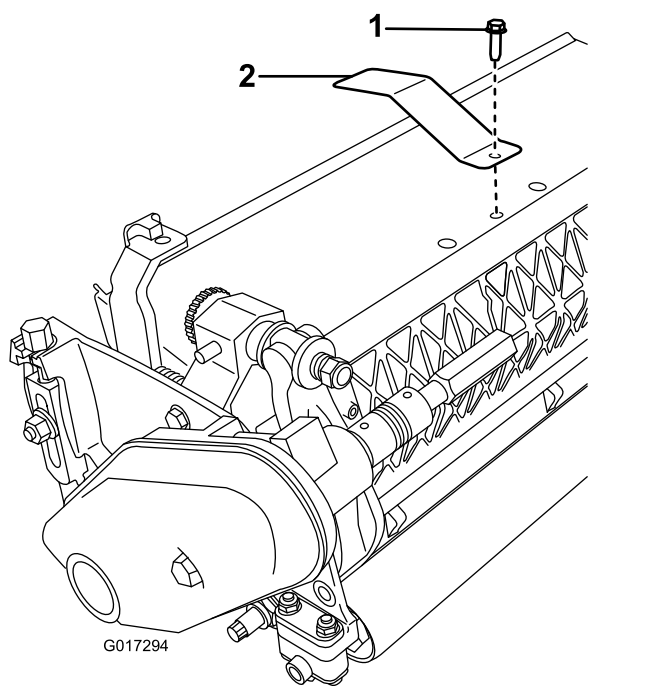

Рисунок 3
2. Снимите средний болт щитка-отражателя травы (**Рисунок 3**).
3. Установите отражательную пластину на верхнюю поверхность режущего блока, используя ранее снятый болт (**Рисунок 3**).